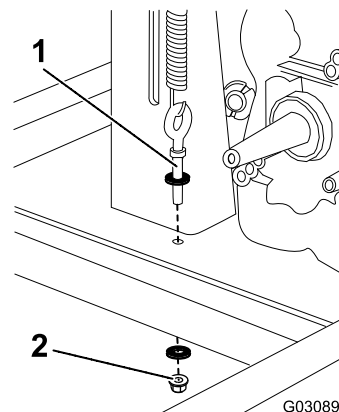
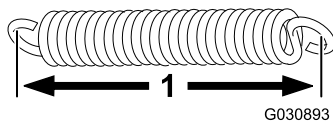

Figura 55
Figura 56
- A. Allentate il dado inferiore presente sul bullone ad occhio e svitatelo fino a portarlo all'estremità del bullone (Figura 55).
4. Misurate la molla dalle estremità interne delle due spirali; fate riferimento alla Figura 56. Se la molla si allunga oltre 8,9 cm, sostituirla.
5. Per aumentare la tensione della molla aumentando anche la tensione della cinghia, accorciate l'altezza del bullone ad occhio allentando il dado del bullone ad occhio superiore e serrando il dado inferiore (Figura 55 e Figura 56).